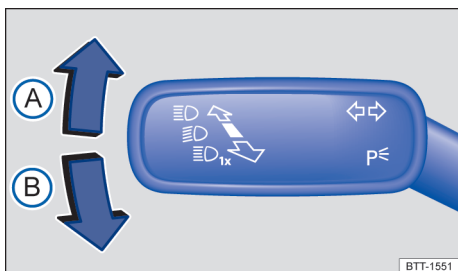

图 62 转向柱左侧：转向信号灯/前照灯远光操纵杆
- 将转向信号灯/前照灯远光操纵杆 → 图 62 从中间位置拨至以下位置：